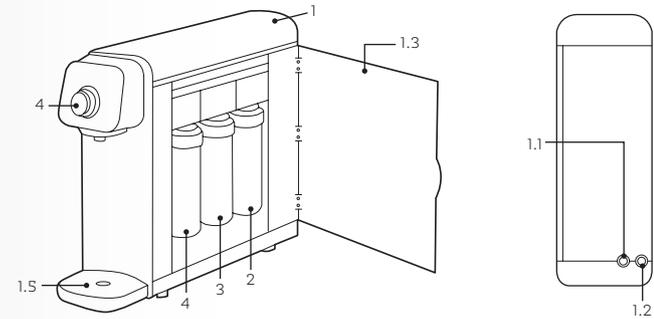

Figura 2. Componentes del Purificador.
**Nota: revisa los componentes del Purificador y Alcalinizador de agua en la página 4, Figura 2.**